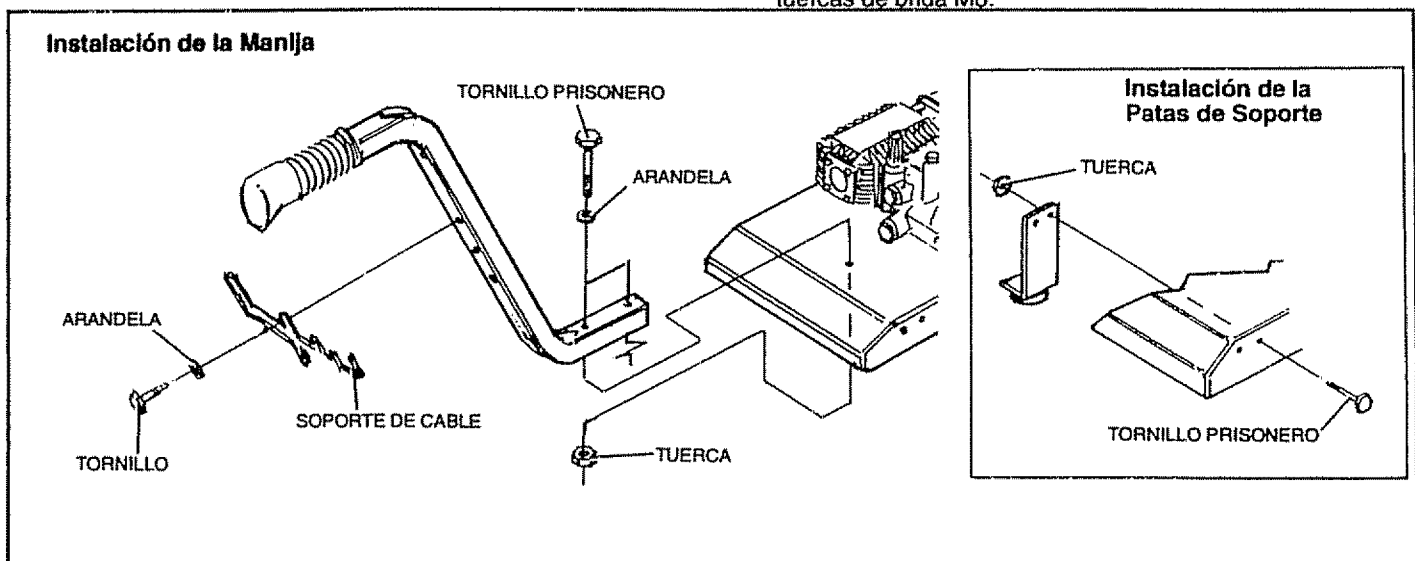

FIG. 2
- Instale las patas de soporte a la base como es mostrado en la Fig. 2 con los tornillos prisioneros hexagonales y las tuercas de seguridad de brida. Apriete los pasadores hasta que las ruedas estén derechas.
- Para hacer más fácil el colocar la manija de agarre en la manija guía, aplique una solución jabonosa a la manija. Después que la manija de agarre está colocada instale la manija guía a la base como es mostrado en la Fig. 2 con dos tornillos prisioneros M8-1.25 x 40mm, dos arandelas y dos tuercas de brida M8.